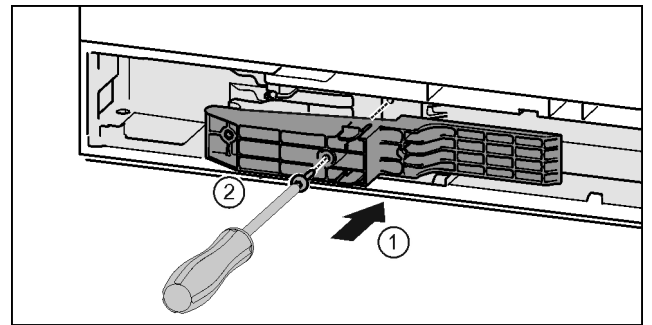

Fig. 45 *
- ▶ Aseta sovitinkappale tarttumispuolelta syvennykseen. Fig. 45 (1)*
- ▶ Kiristä ruuvit T15-ruuvimeisselillä. Fig. 45 (2)*